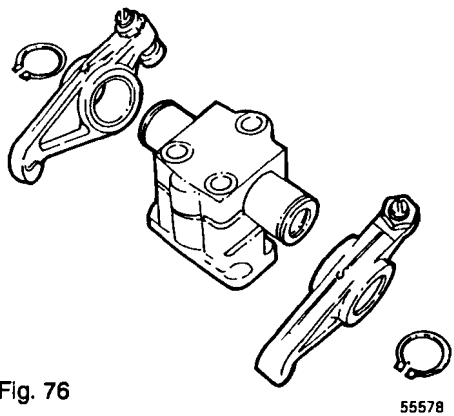

Fig. 76
- 1 Quitar los anillos de seguridad, las arandelas y los balancines, véase la fig. 76.
- 8 Montar los balancines, las arandelas y los anillos de estanqueidad (fig. 76).